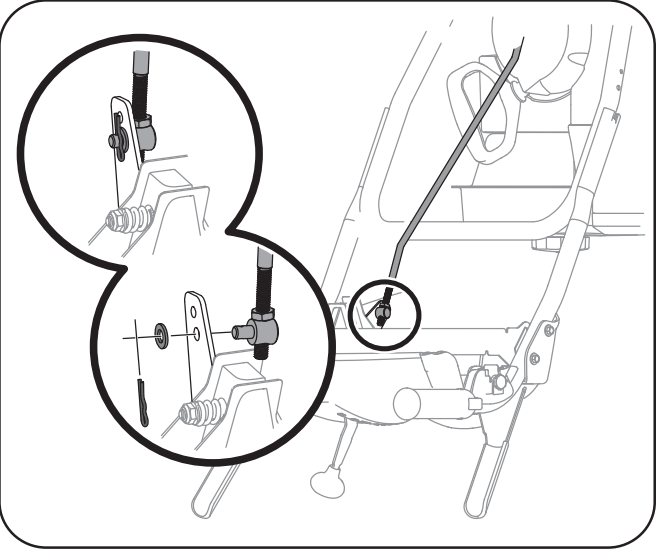

Figure 6-7
- 2. Retirez la goupille fendue et la rondelle de la virole sur la tige de commande. Retirez-la du levier de vitesse. Voir la Figure 6-7.